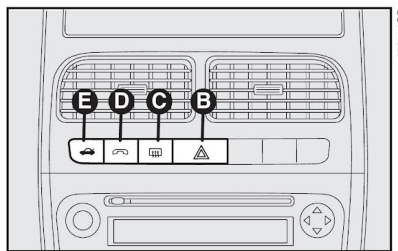

fig. 63
**B - Luzes de emergência** - Botão com indicação de função para ligar e desligar as luzes de emergência. Acendem-se apertando levemente o botão **B**-fig. 63, independente da posição da chave de ignição. Com o dispositivo ligado, o símbolo sobre o interruptor **B** e o indicador  $\leftarrow \rightarrow$ , no quadro de instrumentos iluminam-se de modo intermitente.
**C - Desembaçador do vidro traseiro** fig. 63 - Botão com indicação de função ativada para ligar/desligar o desembaçador do vidro traseiro.
**D - Sistema Viva-voz, Bluetooth®** - fig. 63
- O botão **D**-fig. 63 substitui o botão de controle remoto **CU-7** do suplemento citado;
**E - Abertura automática do porta-malas** fig. 63.